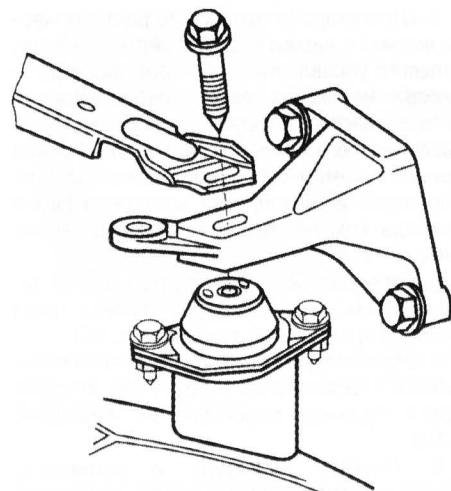

Рис. 4.35. Элементы левой задней опоры и рычага подвески силового агрегата
37. Выверните болт крепления рычага подвески силового агрегата к левой задней опоре (рис. 4.35).